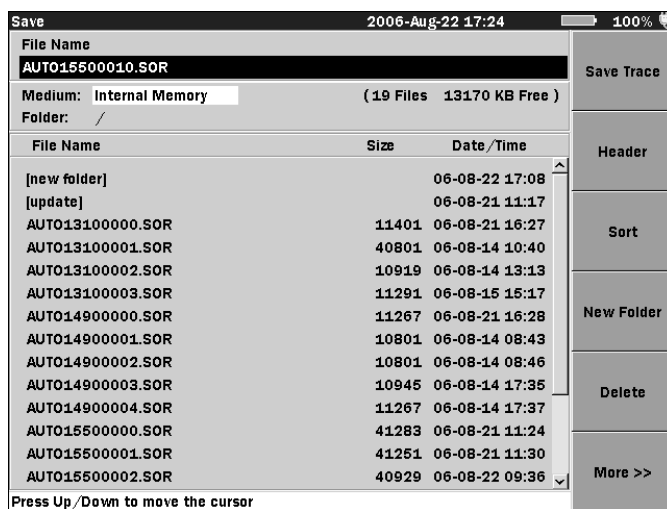

Figura 4-21: Pantalla Guardar [Save]
2. Lleve a cabo la prueba que desee con el OTDR. Cuando finaliza la recopilación de datos, aparece la pantalla Guardar [Save] (consulte la Figura 4-21 en la página 4-55) con el campo Nombre de archivo resaltado.
1. Una vez concluida la prueba, pulse la tecla Guardar [Save]. Aparece la pantalla Guardar [Save] (Figura 4-21) con el campo Nombre de archivo resaltado.
1. Pulse la tecla Guardar [Save]. Aparece la pantalla Guardar [Save] (consulte la Figura 4-21 en la página 4-55).